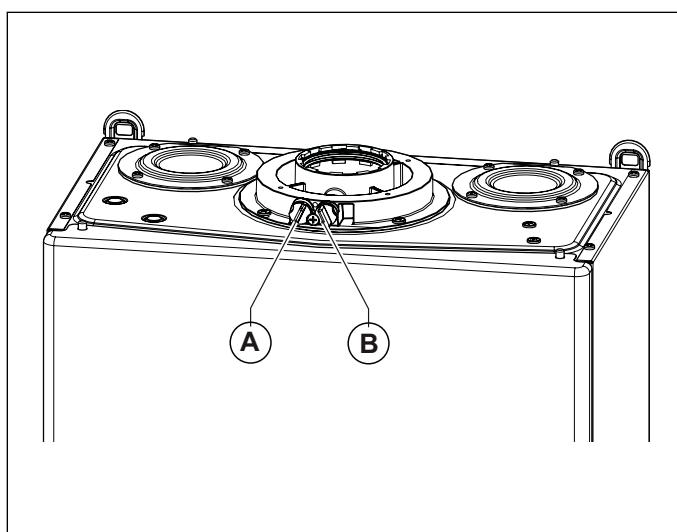
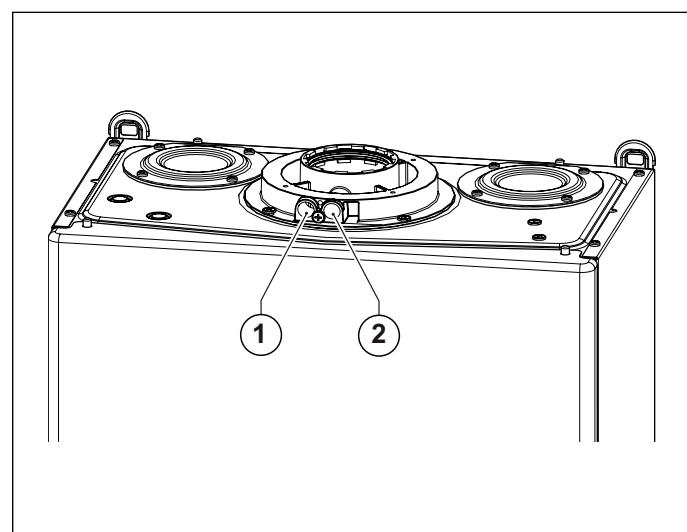

Рис. 18 Положення заглушок
Рис. 19 Положення отворів
На котлі є патрубок для підключення до системи забору повітря/димовідведення (дивись Рис. 18 Положення заглушок та Рис. 19 Положення отворів).
В патрубку передбачено два отвори для прямого доступу до повітря, що йде на згоряння, та до димових газів (дивись Рис. 19 Положення отворів).
Для проведення вимірювань необхідно зняти заглушки **A** та **B** з отворів на патрубку (дивись Рис. 18 Положення заглушок).
- замір температури повітря що йде на горіння **1** (дивись Рис. 19 Положення отворів).
- замір температури димових газів та вмісту CO2 в спеціальному отворі**2** (дивись Рис. 19 Положення отворів).